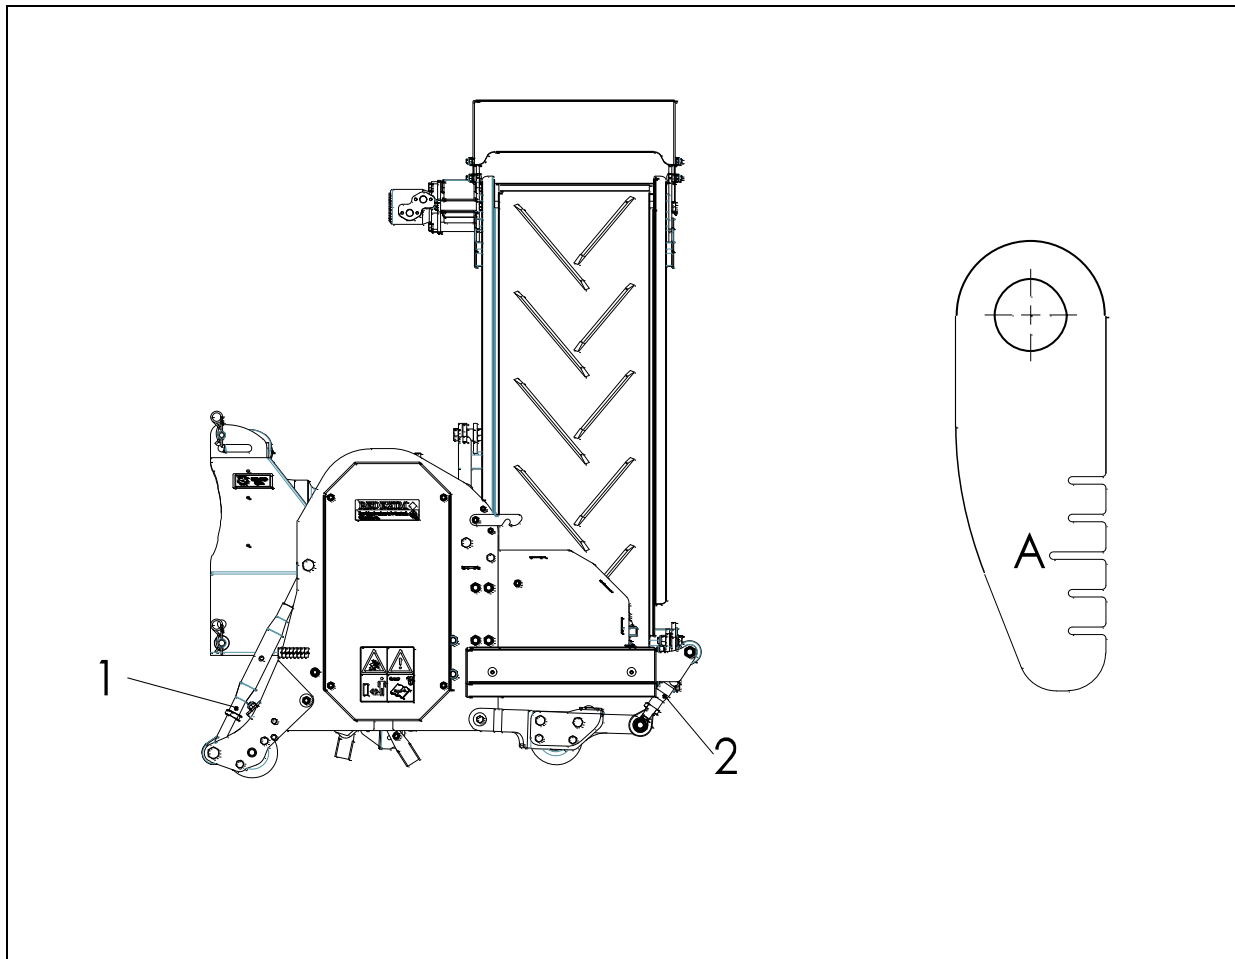

Fig.11
1. Stel de achterste spindels 2 af op de juiste positie (A.), gebruik hiervoor de indicator (Zie fig.11) en blokkeer deze door de contraoer aan te draaien.